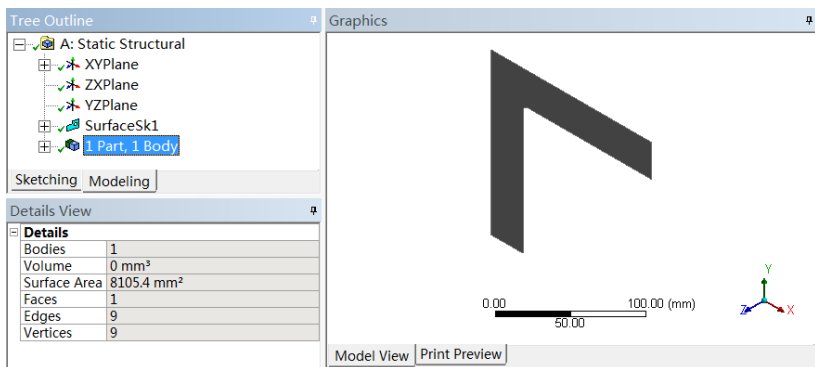

图 18-3 DM 模型
3) 双击项目 A 中的 A2 栏“Geometry”，会进入到 DM 界面，查看模型如图 18-3 所示。此时如果设计树中显示 ⚡，表示需要生成模型，可进行步骤 4)，否则可直接进入步骤 5)。